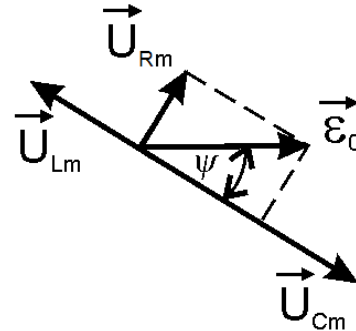

Рис. 4. Векторная диаграмма напряжений
Векторная диаграмма напряжений на элементах колебательного контура, иллюстрирующая выражение (5), приведена на рис. 4. Как видно из диаграммы, напряжение на резисторе опережает по фазе напряжение на конденсаторе на $\pi/2$, а напряжения на катушке и конденсаторе находятся в противофазах.